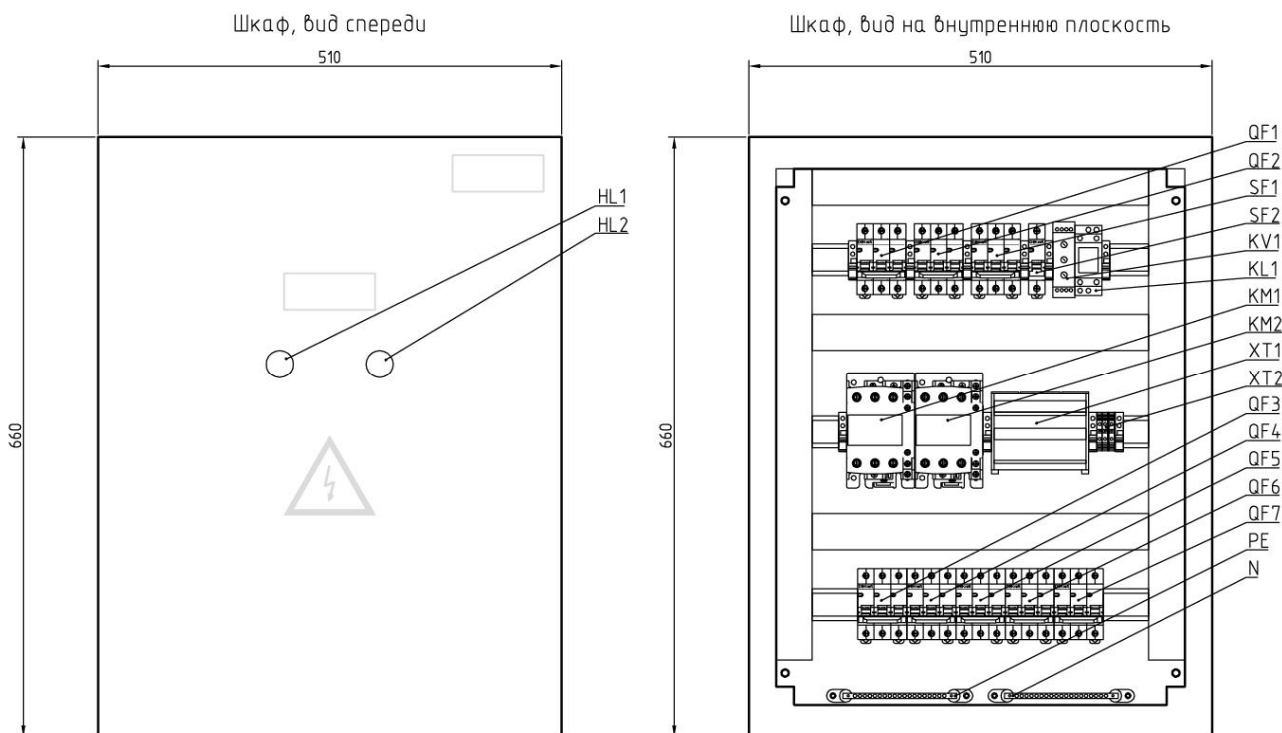

Рисунок 3.1 Компоновка и внешний вид шкафа.
- 3.2 Компоновку и внешний вид шкафа см. Рис.3.1